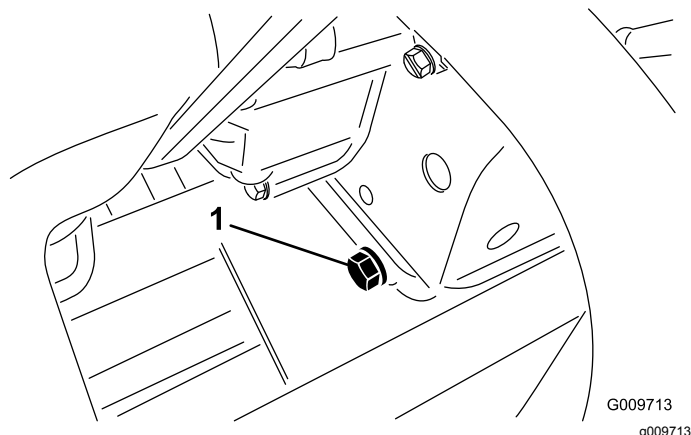

図 53
2. ドレンプラグ 図 53 を外してオイルを容器に受ける。